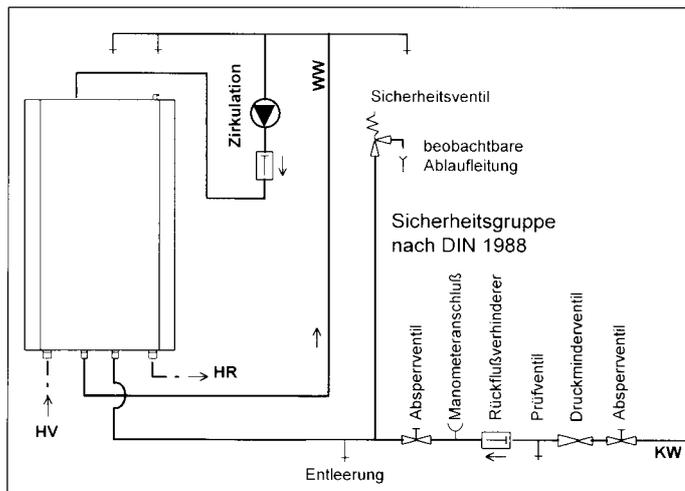

Abb. 3: Anschlußschema
■ Kaltwasserleitung mit den erforderlichen Sicherheitseinrichtungen installieren (siehe Abb. 3: Anschlußschema)